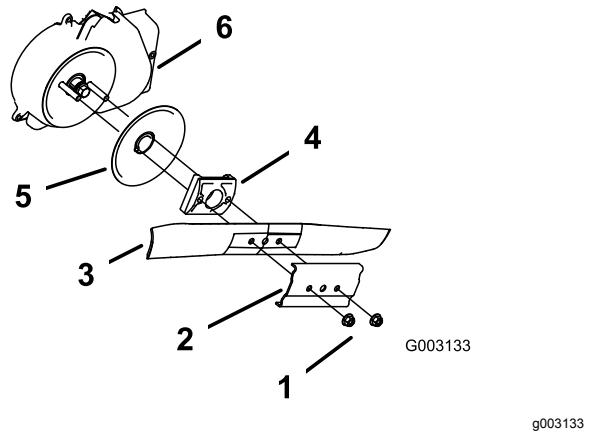

Figure 52
3. Retirez les 2 écrous de la lame et le renfort (Figure 52).
4. Déposez la lame (Figure 52).
5. Déposez le dispositif d'entraînement de la lame et le disque anti-scalp (Figure 52).
6. Déposez la protection du système d'arrêt de la lame (Figure 52).
10. Reposez la lame et le renfort au moyen des 2 écrous de lame retirés précédemment (Figure 52).